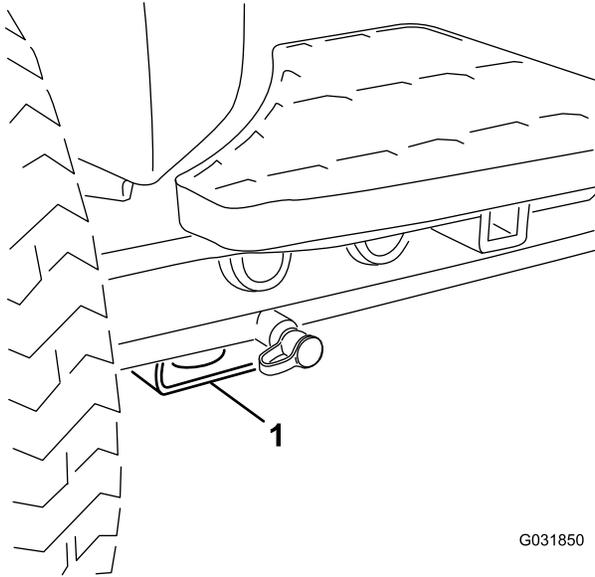

Figure 58
- Avant – patin rectangulaire sous le tube d'essieu, à l'intérieur de chaque roue avant (Figure 58).